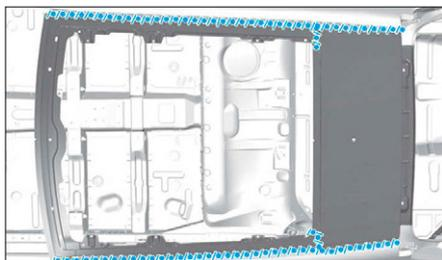

FIG. 137
- une couche d'impression phosphatante sur les zones mises à nu (Fig.137),